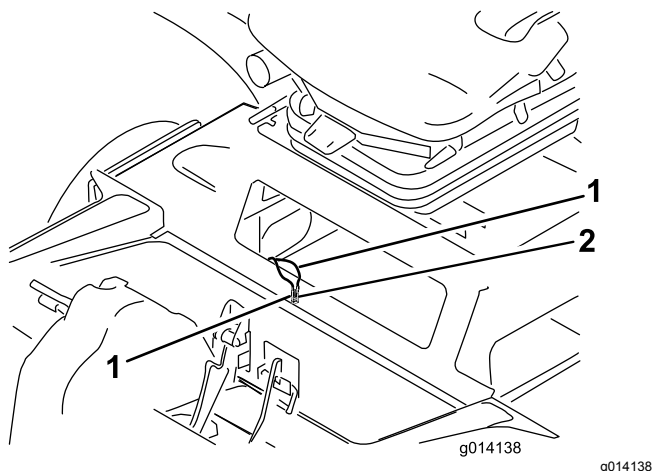

Figura 58
3. Individuate i due cavi di connessione del controbilanciamento con cappuccio all'interno del vano (Figura 58)